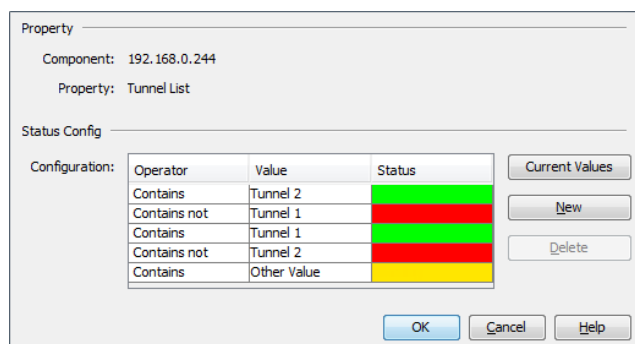

Figure 30 : Configuration de l'état des tunnels TXCare
- Saisissez les valeurs telles qu'elles sont affichées dans \(voir la figure 30\).